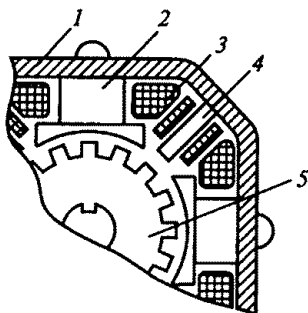

Рис. 236
10.1. Какая из частей машины постоянного тока, показанных на рис. 236, не может быть изготовлена из указанных материалов?